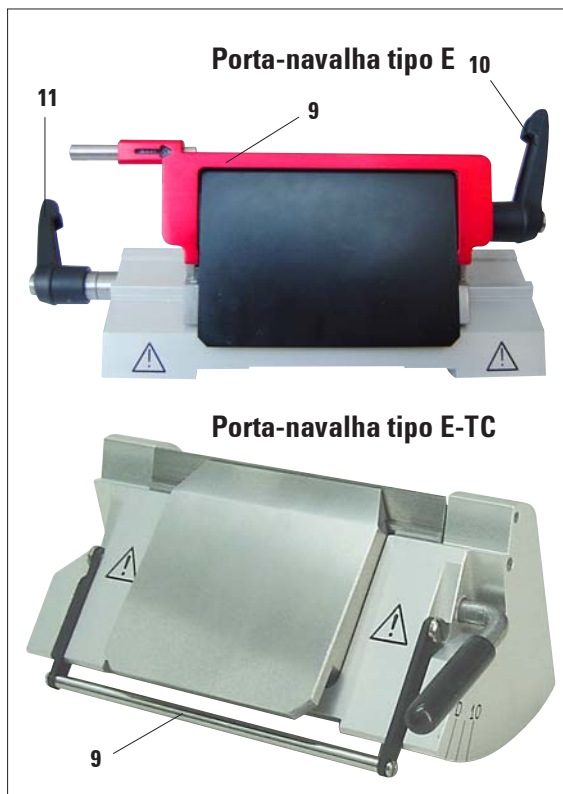

Fig. 5
O protetor de navalha no porta-navalha E/E-TC consiste em um cabo dobrável vermelho (9). Para cobrir a borda cortante, dobre o cabo protetor da navalha (9) para cima, conforme a ilustração da Fig. 5.